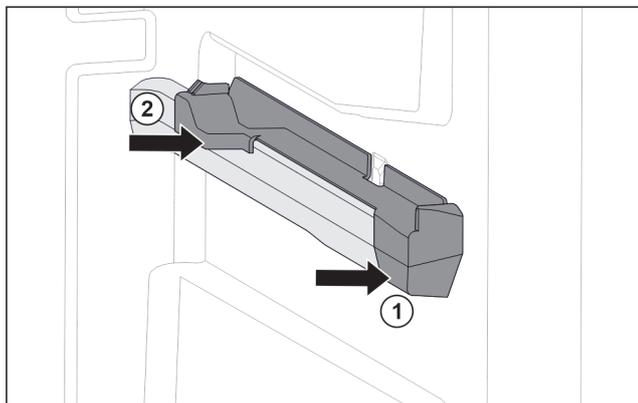

Fig. 79 Natični dio na desnom žlijebu spremnika
- ▶ Postavite natični dio sprijeda na žlijeb spremnika. Fig. 79 (1)
- ▶ Pritisnite natični dio straga. Fig. 79 (2)